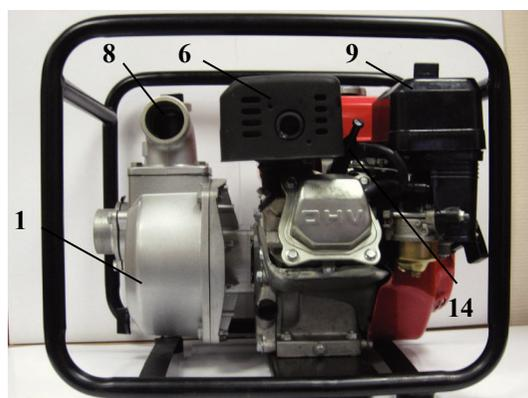

рис.1
Общий вид мотопомпы схематично представлен на рис.1
6.5.1 На прогревом до рабочей температуры двигателе вывинтите пробку для слива масла в нижней части картера, под сливным отверстием разместите вспомогательную ёмкость. После прекращения истечения масла установите пробку на штатное место и затяните. Залейте масло в горловину, удалив пробку - щуп **16** (рис.1) до нижнего края заливного отверстия. Проверьте уровень масла.
5.1 Перед началом работы залейте в насосную часть **1** (рис.1) воду до уровня входного патрубка **8** (рис.1). Подсоедините всасывающий и напорный рукава. На конце всасывающего рукава установите фильтр.
5.2.1 Вывинтить щуп - пробку **16** (рис.1) и залить в картер масло соответствующего типа до нижнего края горловины. Вставить сухой чистый щуп в горловину картера и вынуть его. Проверить уровень масла: граница смоченной области щупа должна располагаться между отметками минимального и максимального уровней.
5.4.1 Переведите выключатель **10** (рис.1.) в положение «ВКЛ.»
5.4.2 Откройте топливный кран **11** (рис.1).
5.4.3 Переведите рычаг управления воздушной заслонкой **13** (рис.1) до упора в положение «Закрыто» при пуске холодного двигателя и в промежуточное при пуске прогретого двигателя.
5.4.4 Установите рычаг регулировки дроссельной заслонкой **12** (рис.1) в центральное положение между положением «Минимально» и «Максимально».
5.4.6 После прогрева двигателя в течение времени около 10-40 секунд, в зависимости от начальной температуры, переведите рычаг воздушной заслонки **13** (рис.1) в положение «Открыто», и рычаг регулировки оборотов **12** (рис.1) в положение «Минимально», если при этом двигатель работает неустойчиво вернуть рычаг воздушной заслонки в прежнее положение и обеспечить завершение прогрева двигателя.
5.5.1 Переведите рычаг регулировки оборотов двигателя **12** (рис.1) в положение «Минимально».
5.5.2 Переведите выключатель **10** (рис.1) в положение «ВЫКЛ»
5.5.3 Закройте топливный кран **11** (рис.1).
6.1.1 Вывинтите щуп-пробку **11** (рис.1) из горловины картера. Опустите в горловину сухой, чистый щуп и вытащите его - край смоченный маслом должен располагаться между отметками минимального и максимального допустимого уровней.